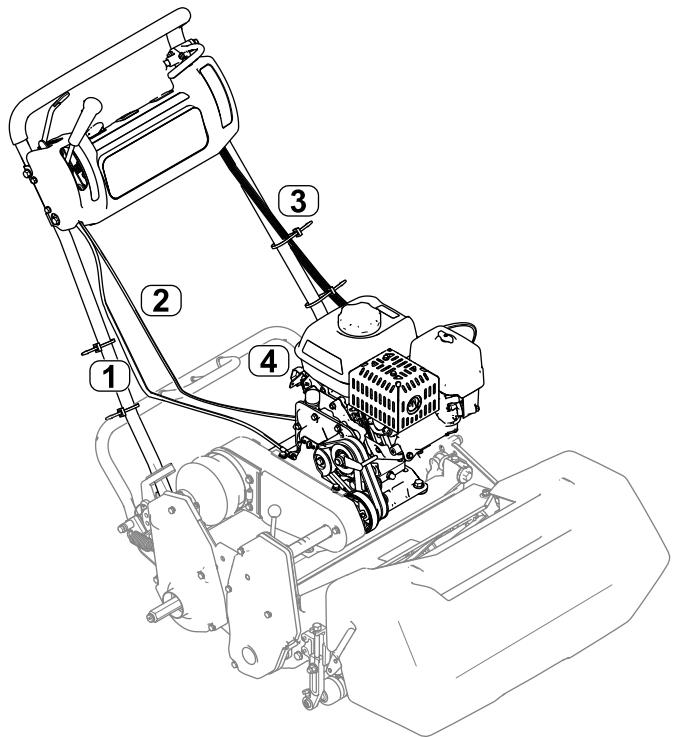

图 8
7. 将油门拉索安装到机器上请参阅机器维修手册 图 8。
注意 如 图 8 所示观察油门拉索的布置方向。将拉索布置到发动机左侧位于空气滤清器盖和燃油箱之间。
11. 将线束连接到联锁模块然后将线束向上布置到手柄左侧图 8。